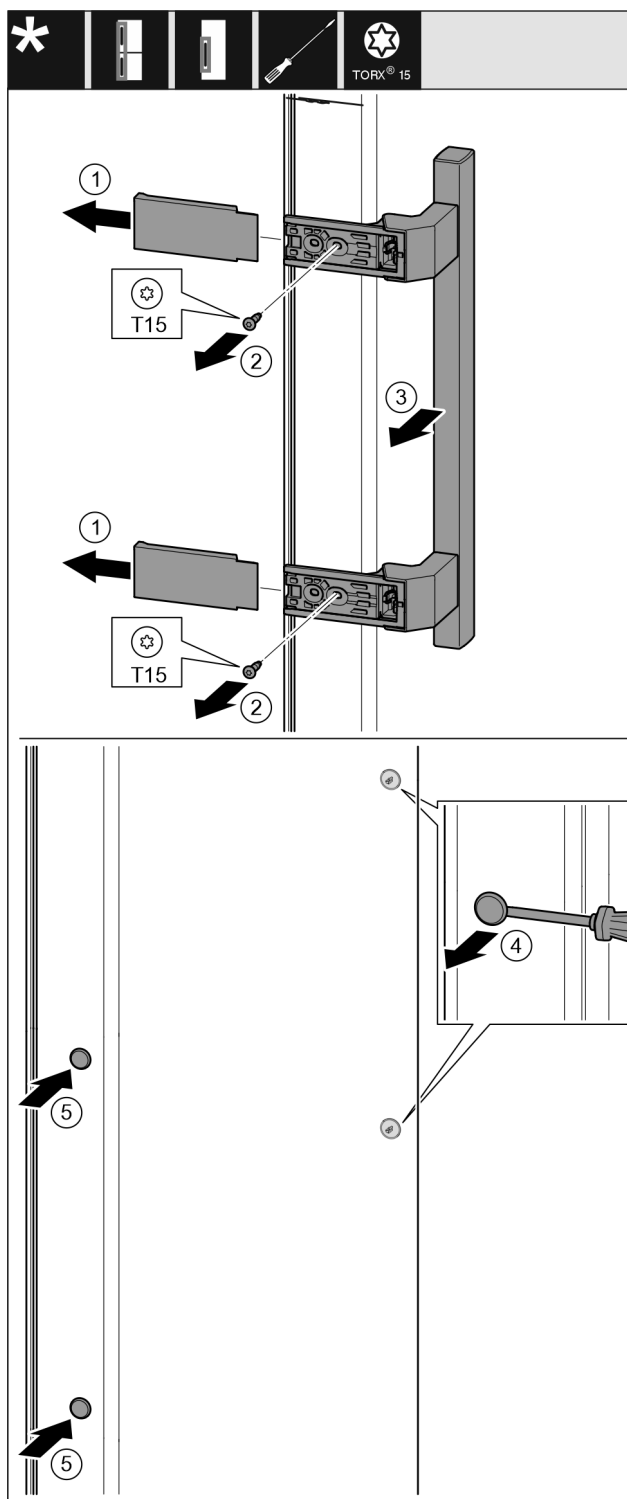

Fig. 10
- ▶ Rimuovere la copertura. Fig. 10 (1)
- ▶ Svitare le viti con un cacciavite Torx 15. Fig. 10 (2)
- ▶ Rimuovere la maniglia. Fig. 10 (3)
- ▶ Sollevare il tappo laterale con cautela con un cacciavite a taglio e estrarlo. Fig. 10 (4)
- ▶ Reinscrivere il tappo sull'altro lato. Fig. 10 (5)